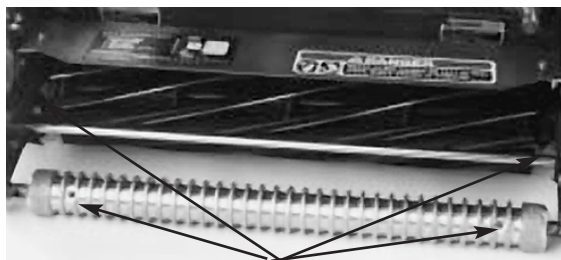

Fig. 17
2. I raccordi per ingrassaggio da lubrificare sono: 2 sul rullo anteriore (Fig. 17 ), 2 sui cuscinetti del cilindro (Fig. 17), 2 sui fuselli del tamburo (Fig. 18), 3 sul differenziale (Fig. 18), 2 sui cuscinetti del contralbero del cilindro (Fig. 19) e 2 sui perni tendicinghia (Fig. 20).